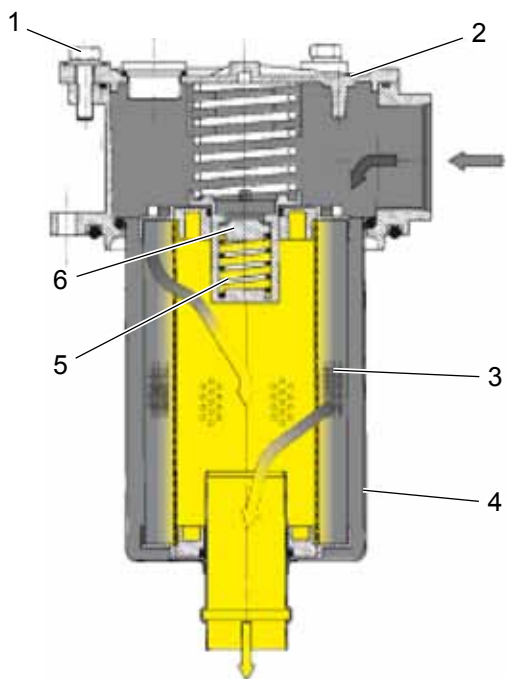

Рисунок 4.8.5 – Фильтр ГУР:
На троллейбусе установлен фильтр FR110-C25 B3 0 R1 (рис. 4.8.5). Фильтр работает следующим образом: масло, поступающее из гидросистемы троллейбуса в корпус фильтра 4, очищается, проходя через стенки фильтрующего элемента 3 и попадает в бак. Со временем фильтрующий эле-
При каждой замене масла необходимо промыть фильтрующий элемент 3 (рис. 4.8.5). Для снятия фильтрующего элемента необходимо отвернуть болты 1 и снять крышку 2 с уплотнительным кольцом и вынуть его из корпуса. Фильтрующий элемент следует промывать в керосине или дизельном топливе с последующей продувкой сжатым воздухом изнутри и снаружи фильтра.
- снять и промыть фильтрующий элемент 3 (рис. 4.8.5) фильтра. При наличии осадка на дне масляного бака его необходимо удалить.